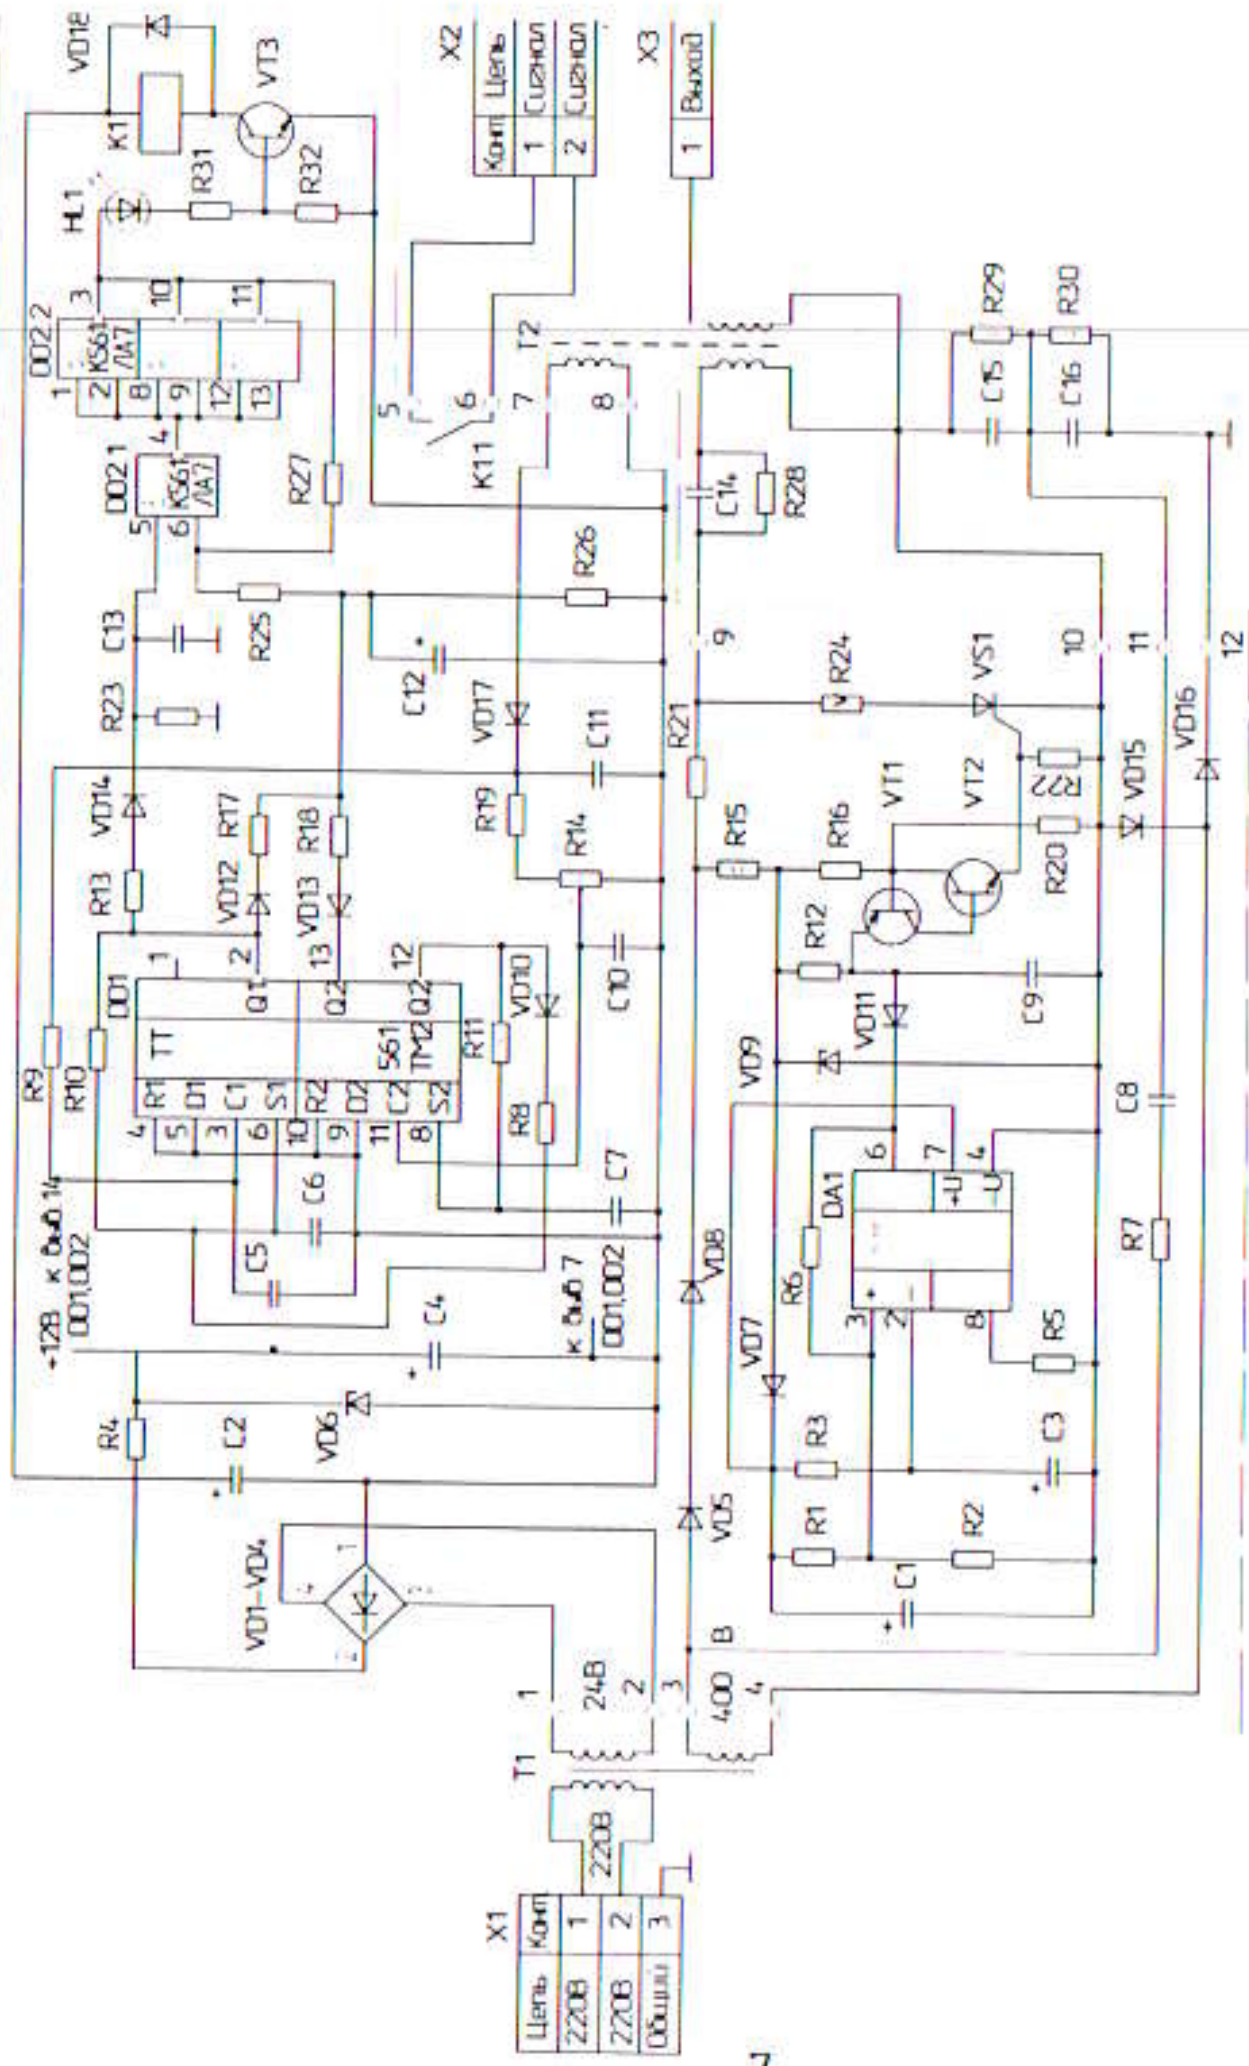

Рис. 3
1.3.3 Принципиальная схема БП показана на рис.3.
При подаче питания на первичную обмотку трансформатора T1 (рис.3) напряжением вторичной обмотки заряжается конденсатор C14 через VD5, R21; а C15, C16 - через R7, C8, VD15, VD16.